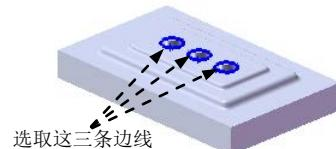

图 17.8.18 圆角 4
Step11. 创建图 17.8.18 所示的圆角 4。选取图 17.8.18 所示的三条边线为圆角放置参照，圆角半径为 1.0。